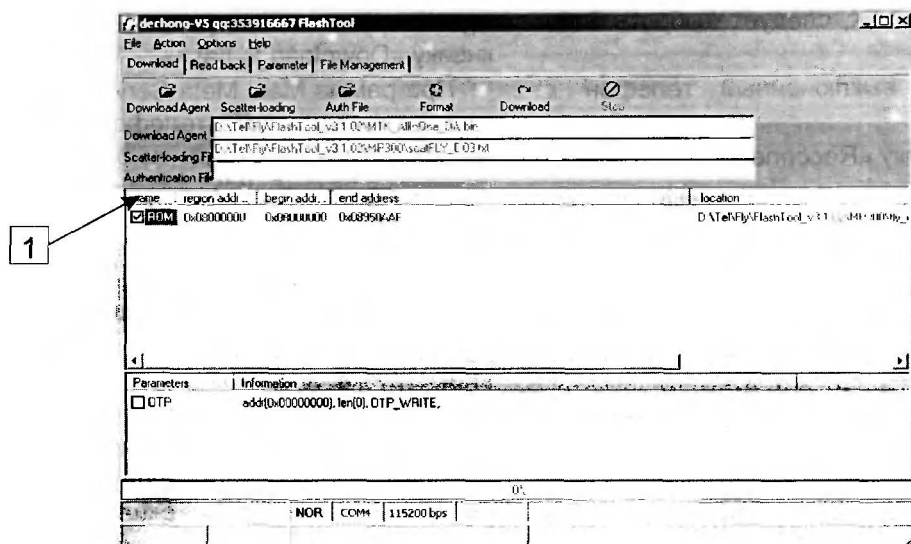

Рис. 2.5. Вкладка Download программы FlashTool
Эта программа используется для загрузки программного обеспечения в телефоны Fly. Существует несколько версий программы FlashTool, рассмотрим одну из последних версий — 3.1.2, датированную ноябрем 2006 г. Основное диалоговое окно программы состоит из 4-х вкладок — «Download», «Read Back», «Parameter» и «File Management», приведенных, соответственно, на рис. 2.5—2.8. Настройка программы Flash-
3. Нажимают кнопку «Scatter-loader» и указывают файл настройки, в котором заданы адреса блоков Flash-памяти телефона, подлежащих программированию. Для принудительного указания имени файла с информацией, подлежащей загрузке в телефон, отличного от прописанного в файле настроек, дважды щелкают по заголовку (столбец name) соответствующей строки списка (1 на рис. 2.5). После чего в стандартном Windows-диалоге выбирают бинарный файл, подлежащий загрузке в телефон. Данную операцию, при необходимости, повторяют для всех областей памяти (если их несколько).